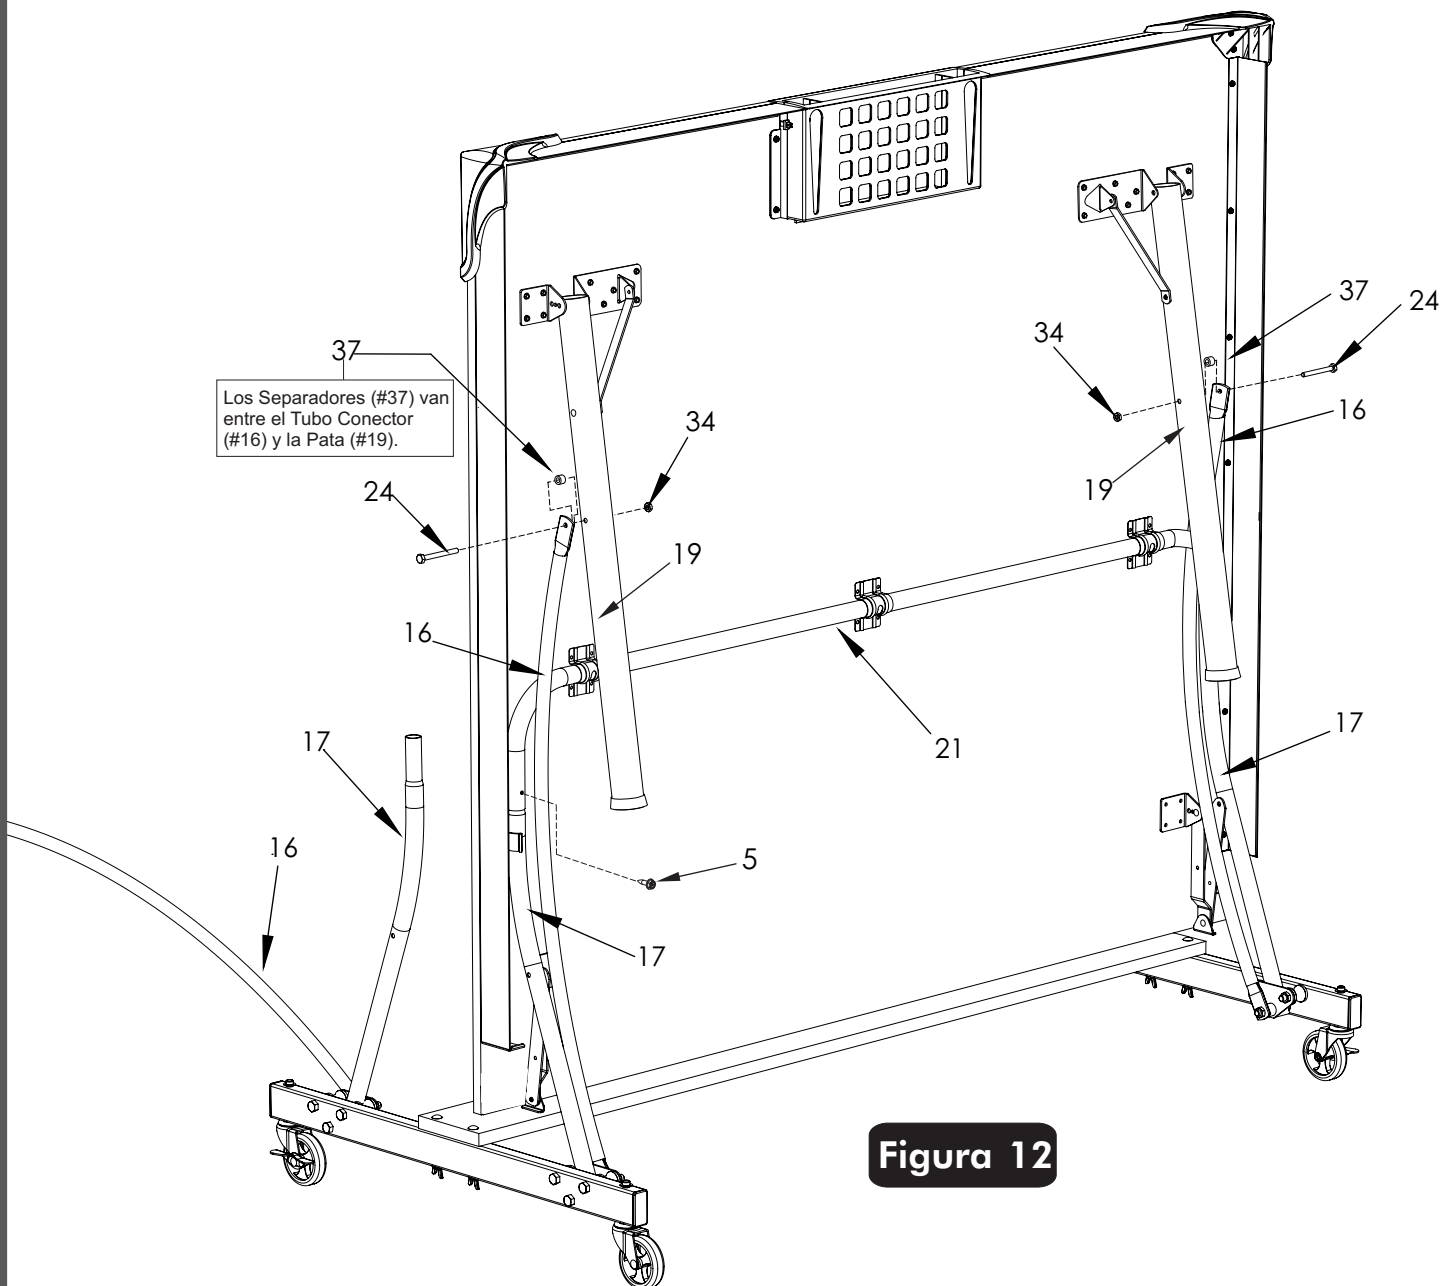

Figura 12
20. Atornille el Tubo del Soporte-U (#21) a los Tubos Estructurales (#17) con los dos Tornillos (#5) como se muestra en **Figura 12**. Alinee los orificios de los tubos de Soporte-U con los Tubos Estructurales e inserte los Tornillos (#5) en los orificios de los Tubos Estructurales (#17). Apriete los tornillos totalmente pero tenga cuidado de que no queden sobre apretados ya que podría dañar la mesa si los sobre aprieta.
21. Una el Tubo Conector (#16) a la Pata (#19) como está mostrado en la **Figura 12**. Gire el Tubo Conector (#16) hacia arriba y jale la pata hacia afuera de la parte de arriba y alinee el orificio en el Tubo Conector con el orificio en la Pata (#19). Una el Tubo Conector (#16) a la Pata (#19) usando el Tornillo de Cabeza Hexagonal (#24), el Separador (#37) y la Tuerca de Seguridad (#34). Los Separadores (#37) van entre el Tubo Conector y la Pata. Una el otro Tubo Conector a la Pata de la misma manera. Asegúrese que las tuercas estén apretadas y seguras.